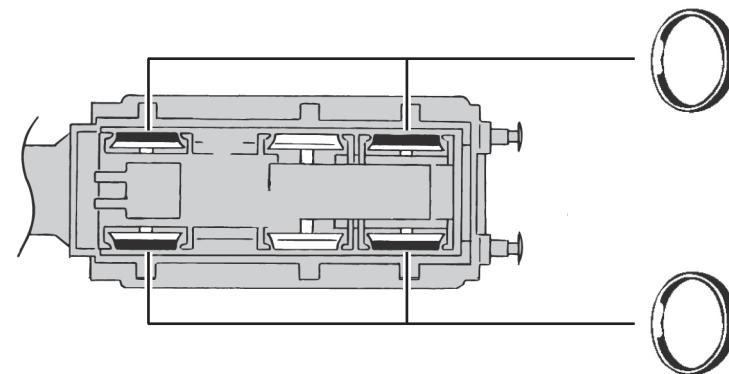

Fig. 9
4. Motorwechsel: Tendergehäuse abnehmen (Fig. 4). Dazu Tendergehäuse seitlich aufspreizen und nach oben abziehen. Danach wird der **Motor ausgebaut** (Fig. 9).
4. Motor Changing: First remove tender body (fig. 4). Pull out the sides of the body a little and pull upwards and then remove the motor (fig. 9).
4. Remplacement du moteur: Démontez la caisse du tender (voir fig. 4). Pour celà il faut écartez légèrement les parois et soulever la carrosserie. Sortez ensuite le moteur de son logement (voir fig. 9).